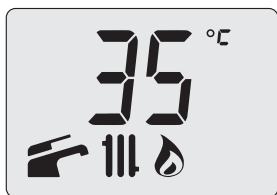

Figura 7.7
- Premendo il tasto 18 (Figura 7.2) si esce dalla "modalità programmazione" (Figura 7.7).